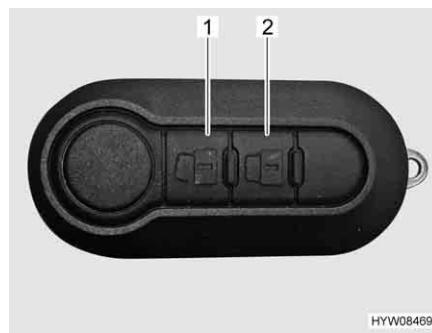

Fig. 42 Telecomando (chiusura centralizzata)
- Premere una volta brevemente il tasto (Fig. 42,1). Le serrature sono sbloccate. Il bottone di sicurezza scatta automaticamente all'infuori.
- Premere una volta brevemente il tasto  (Fig. 42,2). Le serrature sono bloccate. Il blocco delle serrature viene segnalato tramite gli indicatori di direzione del veicolo.